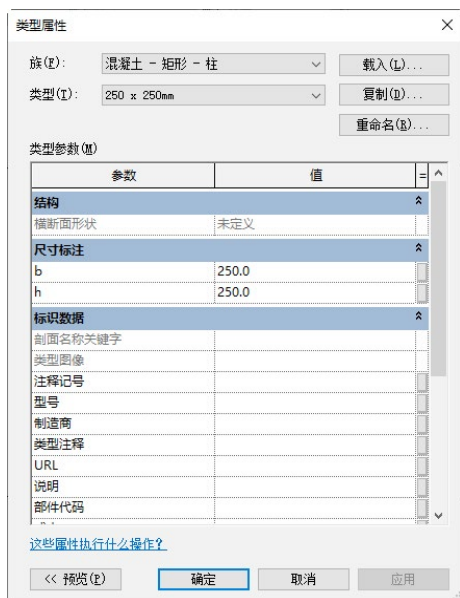

图 15-23 “类型属性”对话框
(15) 单击“结构”选项卡“结构”面板中的“柱”按钮，在“属性”选项板中选择“混凝土 - 矩形 - 柱 200×200mm”类型，单击“编辑类型”按钮，打开“类型属性”对话框，新建“250×250mm”类型，输入“b”为“250.0”，“h”为“250.0”，其他采用默认设置，如图 15-23 所示，